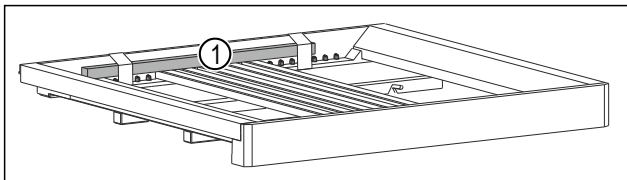

Fig. 47*
- ▶ Зніміть дерев'яний брусок Fig. 47 (1)*.